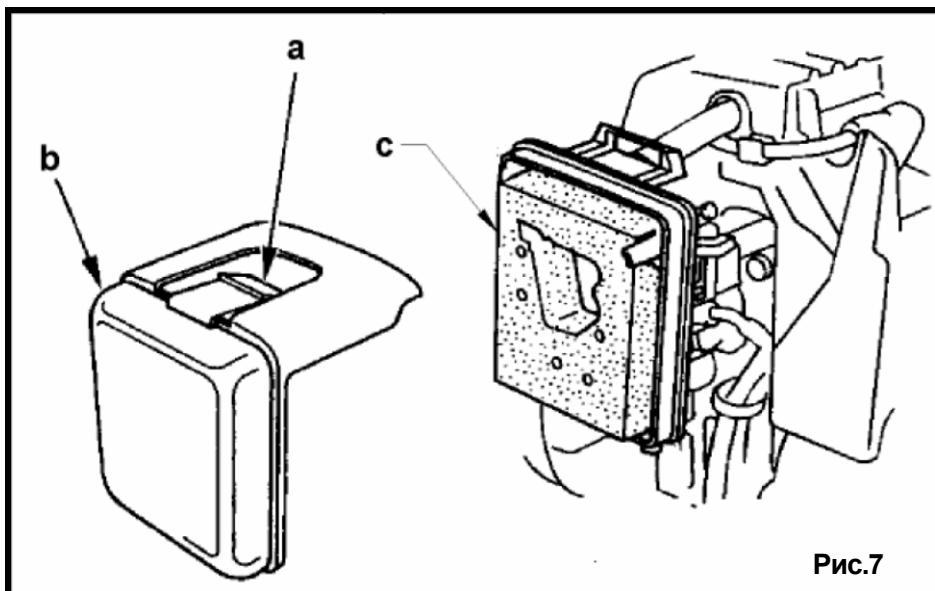

Рис.7
1. Нажмите на защелку (**a**) в верхней части крышки воздушного фильтра (**b**) и снимите крышку (рис.7).